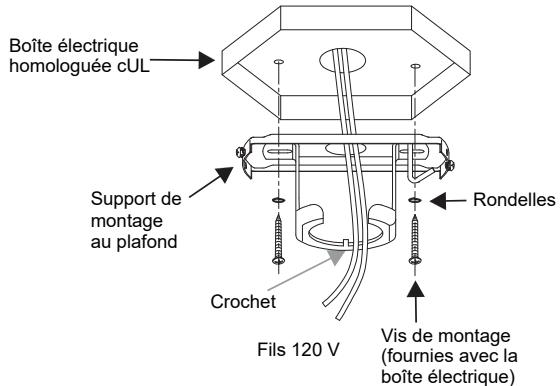

Fig. 5
**Étape 1.** Faites passer les câbles d'alimentation de 120 V par le trou central du support de fixation au plafond (voir la **Fig. 5**).